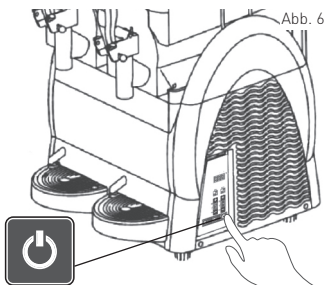

Abb. 6
- Anschließend drücken Sie , um das Gerät einzuschalten. Drücken Sie  und halten sie gedrückt drei Sekunden lang, um in den STANDBY-Betrieb zu wechseln, wenn das Gerät momentan in Betrieb ist. Siehe: Abb. 6.